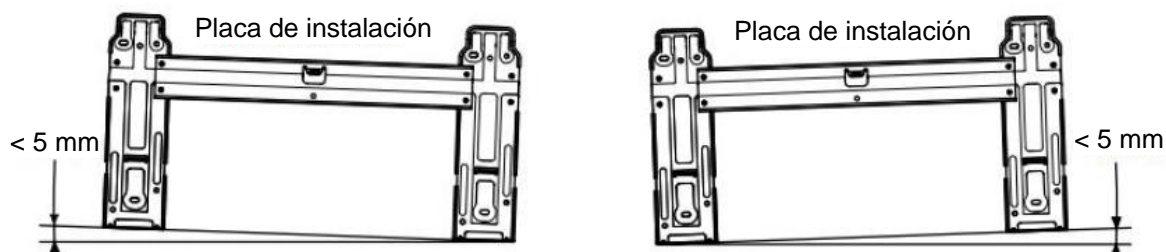

Fig. 4
- Desmonte la placa metálica de instalación de la unidad interior. Ajuste la placa de instalación en posición horizontal. La diferencia de altura entre el lado derecho e izquierdo de la placa de instalación debería ser menor de 5 mm. (Fig. 4)